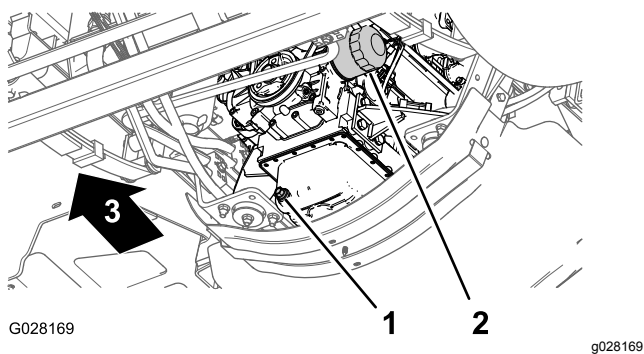

图 70
3. 在机油滤清器下放一个放油盘 图 70。
4. 拆下旧机油滤芯 图 70。
8. 将机油滤清器安装到滤清器安装座上顺时针旋转机油滤清器直至橡胶垫片接触到滤清器安装座然后再将滤清器拧紧 $\frac{1}{2}$ 圈 图 70。
1. 对齐排放塞下的排放盘 图 70。
2. 拔掉排油塞让机油完全排出 图 70。